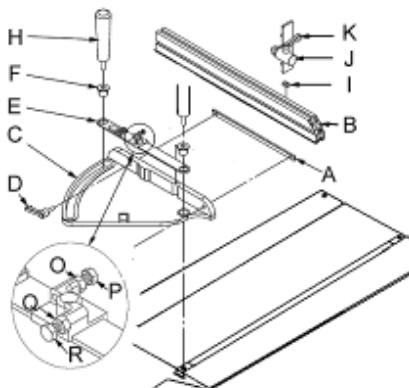

Fig 9
Insérer le profilé de butée (B, Fig 9) sur le rail (A) et fixer les deux sur le guide d'onglet (C) avec 2 griffes (D).